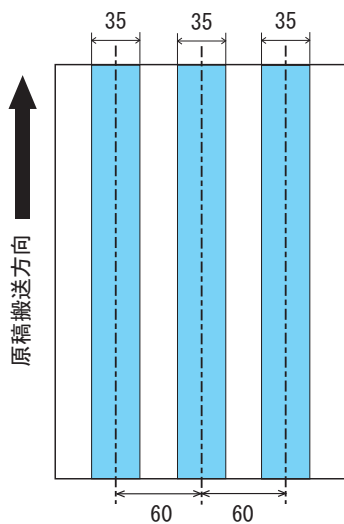

図1
- 原稿の中央、左側、右側の35mm (1.4インチ)の領域には、穴あけをしてはいけません。(図1参照)
- 原稿の中央、左側、右側の35mm (1.4インチ)の領域には、のりなどで他の原稿を貼り付けてはいけません。(図1参照)
- 図1の領域は、Software Operation Panel を使って変更することができます。詳しくは、「8.4 マルチフィード検出の設定」（148ページ）を参照してください。